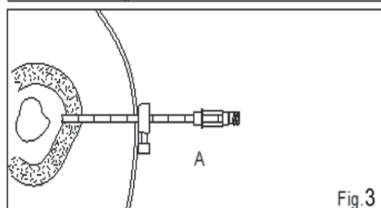

Fig. 3
FIG. 3 Sujete firmemente la cánula de corte con el mango (A+F) y desatornille y quite el estilete (B). Si se desea, el mango (F) puede extraerse de la cánula de corte (A) para lo cual se colocan dos dedos debajo del mango (F) y se presiona el extremo del Luer de la cánula de corte (A) con el pulgar.